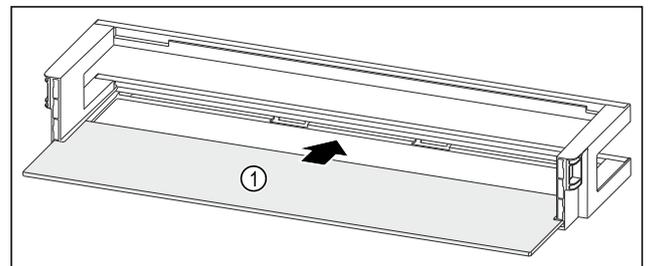

Fig. 119 Balconnet de contre-porte avec tablette de rangement
- Insérer la tablette de rangement Fig. 119 (1) dans les évidements latéraux.